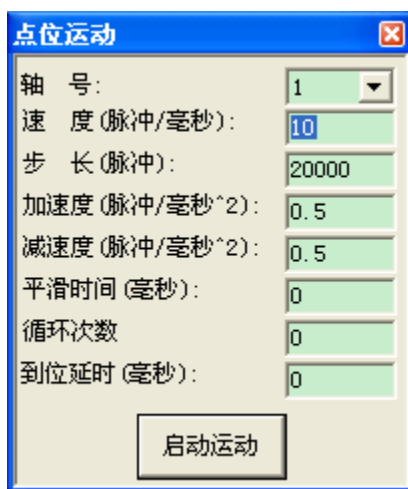

图 4-15 点位运动模块界面
- (1) 请确认控制器与端子板、端子板与驱动器之间已正确可靠地连接。
- (2) 请点击主界面菜单“视图”->“点位运动”，将会弹出点位运动模块对话框。如图 4-15 所示。
- (3) 选择控制轴号。然后输入运动参数，包括速度、步长、加速度、减速度及平滑时间。速度大于零、步长可正可负（正负决定运动方向）、加速度、减速度必须大于零、平滑时间[0, 50]。
- (4) “循环次数”为往返的次数，默认参数为 0。以图 4-15 中的参数为例，循环次数为 0 代表，第一轴按照设定的参数向前运动 20000 个脉冲，若循环次数设为 1，则第一轴先正向 20000，然后再负向运动 20000 个脉冲，以此类推。循环次数要大于等于零。
- (5) 点击“启动运动”，此时电机开始运动。